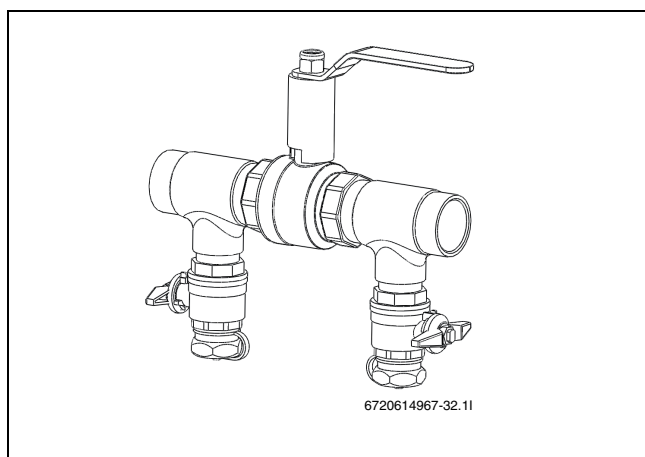

Рис. 18 Узел заполнения в нормальном положении
- ▶ Установите краны на узле заполнения в нормальное положение (→ рис. 18) и выключите насос заполняющей станции.